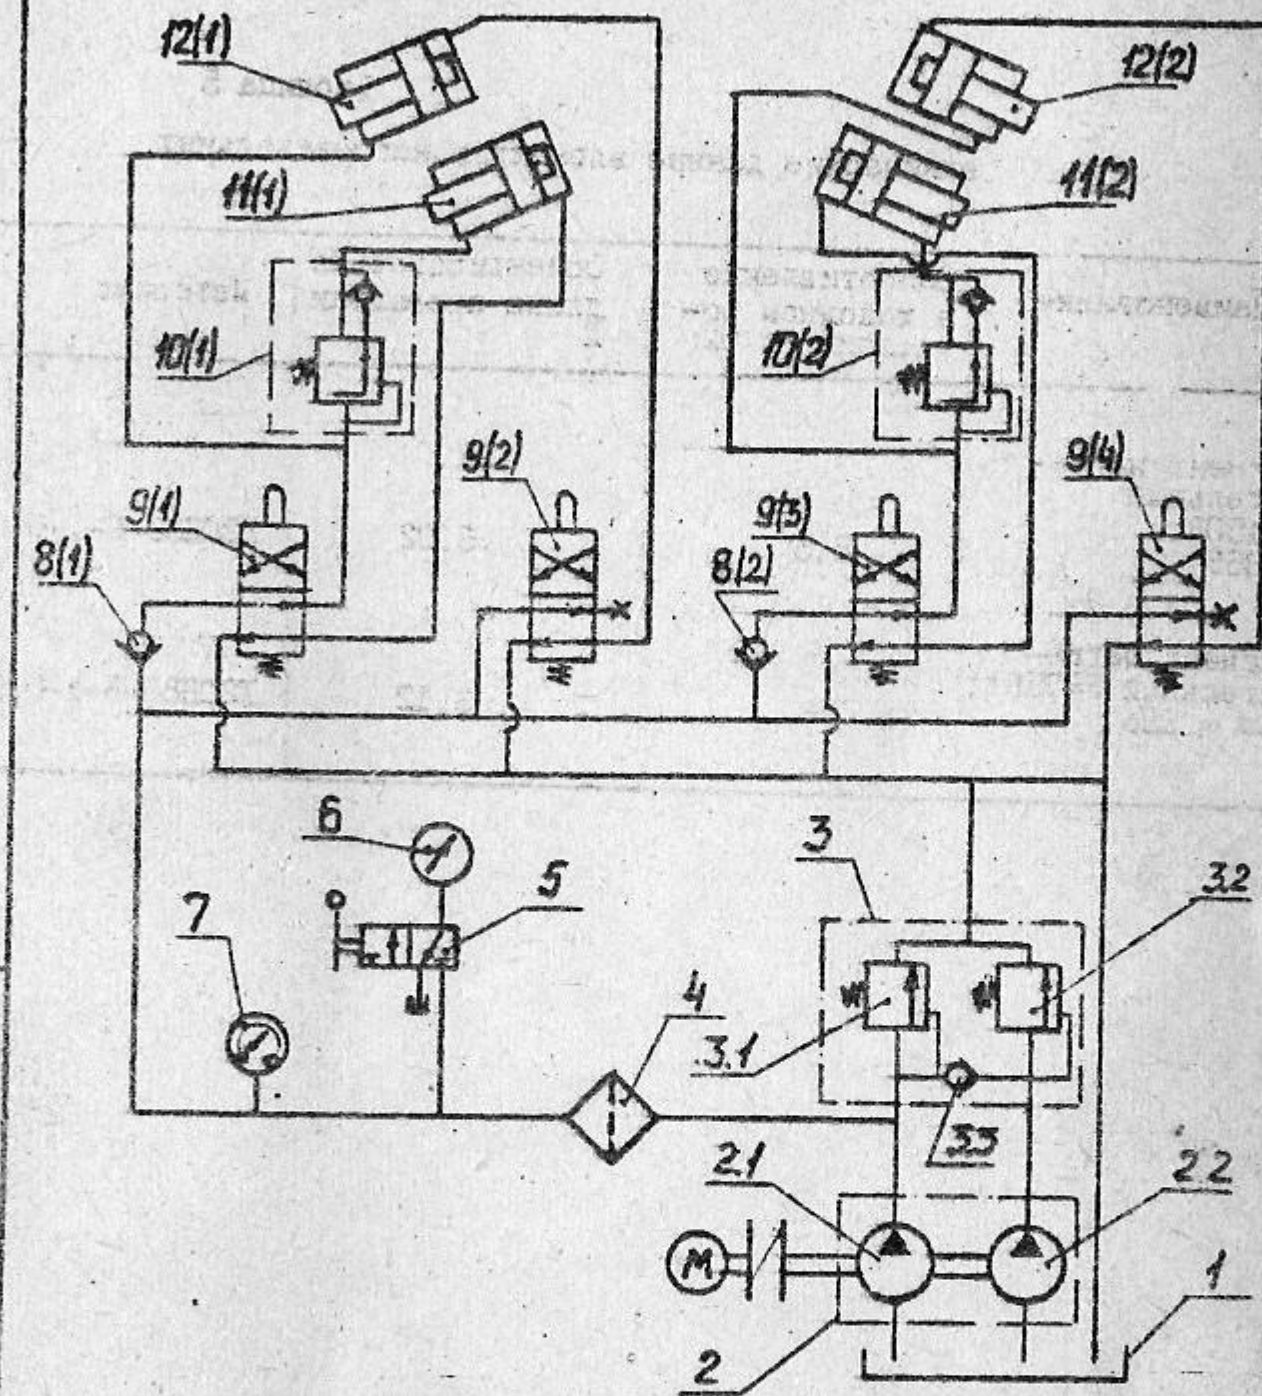

Рис. 5.
Гидросхема /см.рис.5/ машины включает в себя:
На рис.5 гидросистема машины показана в исходном положении. При первом нажиме на педаль кулачковый механизм переключает золотник 9(1), и масло от насосов 2.1 и 2.2 поступает в поршневую полость гидроцилиндра 11(1). Из штоковой полости гидроцилиндра 11(1) масло через обратный клапан напорного золотника 10(1) идет на слив. На слив идет масло из штоковой полости гидроцилиндра 12(1). При втором нажиме на педаль кулачковый механизм переключает золотник 9(2). Масло поступает в поршневую полость гидроцилиндра 12(1). В конце хода поршней гидроцилиндров 11(1) и 12(1) усилия перемещения возрастают. Когда давление в поршневых полостях гидроцилиндров 11(1) и 12(1) станет выше давления, определяемого настройкой клапана низкого давления 3.2 разделительной панели 3, насос 2.2 низкого давления будет сливать масло в бак. Насос 2.1 высокого давления продолжает нагнетать масло в гидросистему.